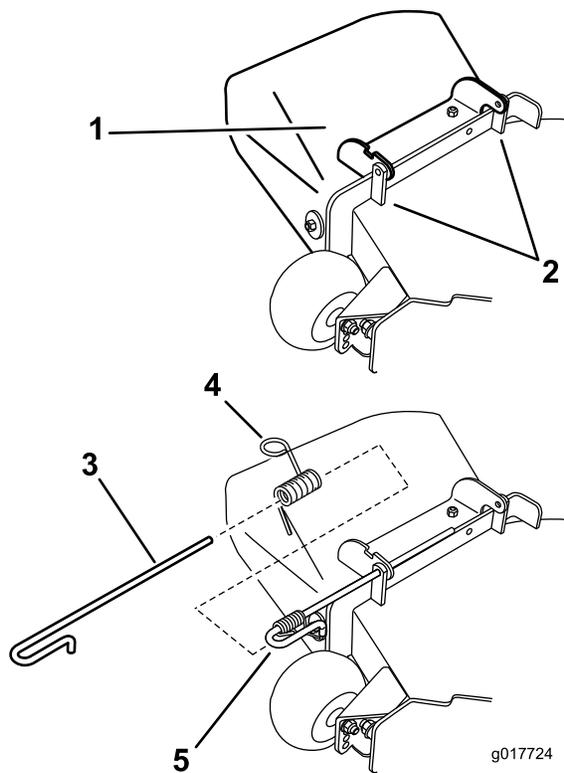

Figure 71
(Figure 71). Enlevez le déflecteur s'il est endommagé ou usé.
- Positionnez le nouveau déflecteur d'éjection en plaçant les extrémités du support entre les supports soudés du tablier, comme illustré à la Figure 71.